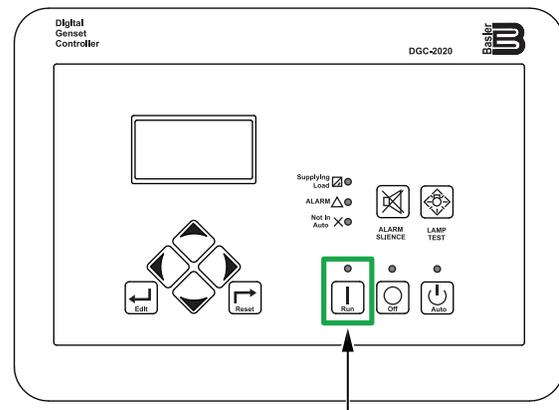

Figure 43. Contrôleur numérique (bouton Marche)
1. Pour démarrer le moteur, appuyez sur le bouton « Run » (Marche) (Figure 43) du contrôleur numérique.